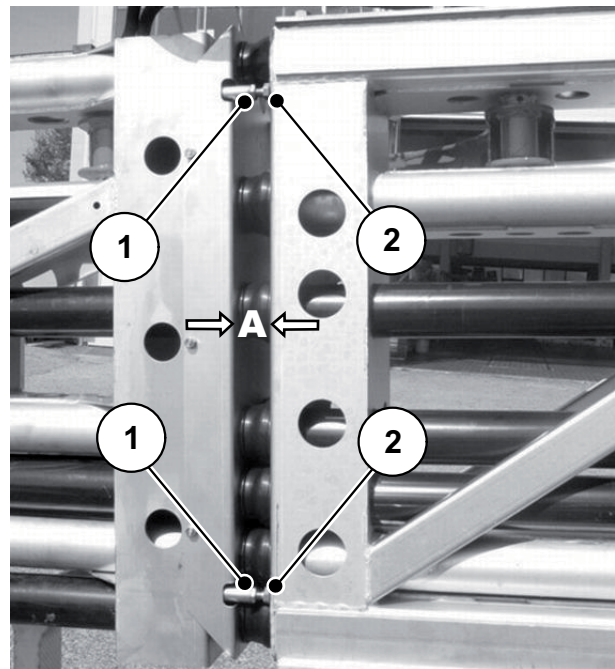

Bild 10.3: Ausgeklappte Auslegersegmente vertikal einstellen
- Das Abstandsmaß A (siehe Bild 10.3: Position A) beträgt ca. 47 mm.